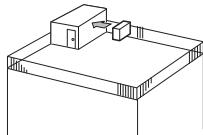

Fig. 2-4
- ① Ustawić wylot powietrza w kierunku najbliższej ściany, zachowując odległość ok. 35 cm. (Fig. 2-4).